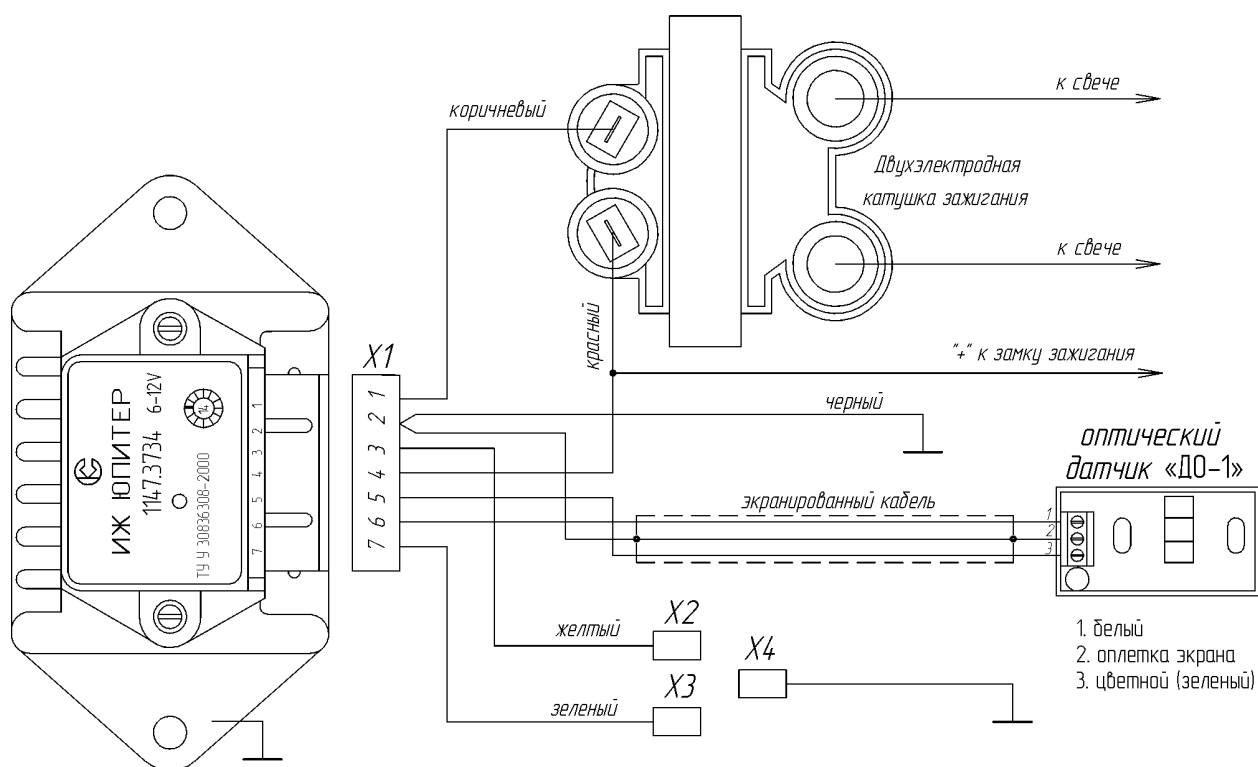

Рис. 1. Схема установки МПБСЗ на мотоциклы.
4.8. Установите на мотоцикл двухэлектродную (автомобильную) катушку зажигания (406.3705, 3012.3705, 4412.3705, 3022.3705) и высоковольтные провода с распределенным сопротивлением (любые силиконовые автомобильные). Установите зазор между электродами свечей 0,7 - 0,8 мм. Присоедините коричневый провод (к. 1 X1) к одному из контактов катушки, присоедините ко второму контакту катушки зажигания красный провод (к. 4 X1), к этому же контакту (проводу) присоедините провод «+» от замка зажигания (См. рис. 1).
4.9. Клемму черного провода (от к. 2 X1) присоедините к массе мотоцикла. Для этого рекомендуется его прикрутить винтом, который находится под сидением и заземляет регулятор напряжения. Этим же винтом прикрутить клемму провода (с комплекта поставки) длиной 20 см, с «папой» штыревого клемника на другом конце. Цвет этого провода не регламентирован. На схеме рис.1 он показан идущий от «земли» к разъёму X4.